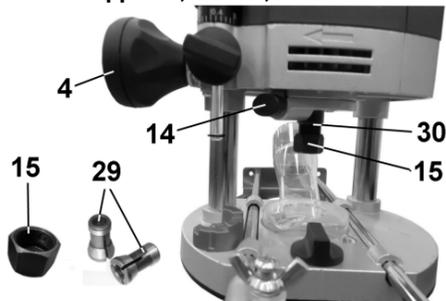

Рис. 7
8.4. Установка фрезы, Рис. 7;8.